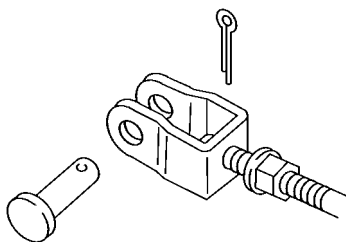

图 15-30 从 U 形夹脱开制动踏板
(6) 从 U 形夹脱开制动踏板。拆下开口销，旋松锁紧螺母，拆下 U 形夹销子，如图 15-30 所示。